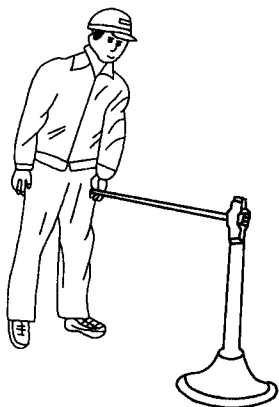

图 2-6 竖向抡打的预备姿势
- 2) 锤头自上而下抡打，竖向抡打（右撇）的预备姿势如图 2-6 所示，两脚站立位置与抱打时正好相反，左脚在前，右脚在后，略呈外八字自然开立。握锤方法和身体姿势则完全与抱打相同。